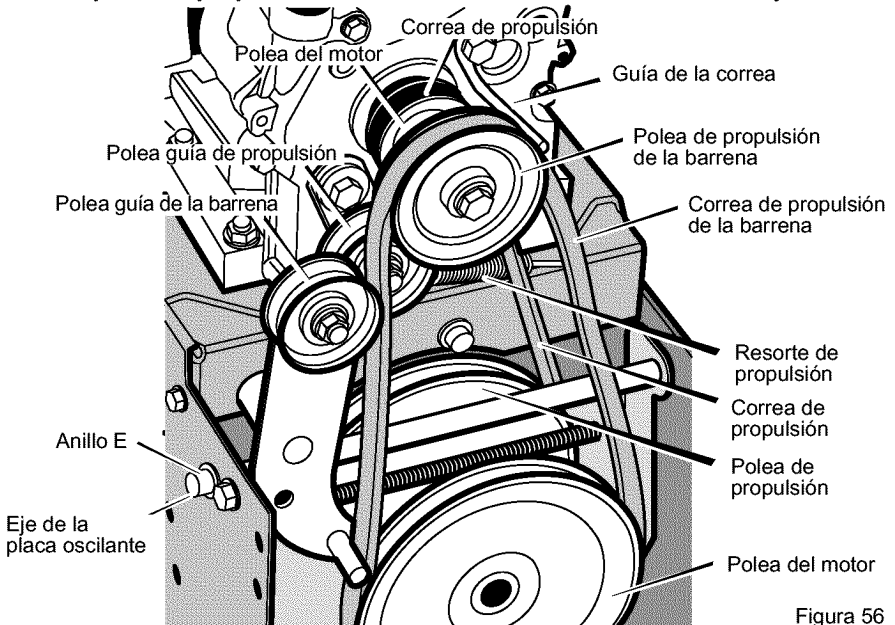

Figura 56
3. Afloje la tuerca de la polea guía de la barrena y mueva esta última hacia la correa un octavo de pulgada aproximadamente (3 mm) (Figura 56).
- Aflove la **guía de la correa**. Separe la **guía de la polea de propulsión de la barrena** (Figura 56).
3. Quite el **anillo E** de uno de los extremos del **eje de la placa oscilante**. Quite este **eje** para que la placa oscilante gire hacia adelante (Figura 56).